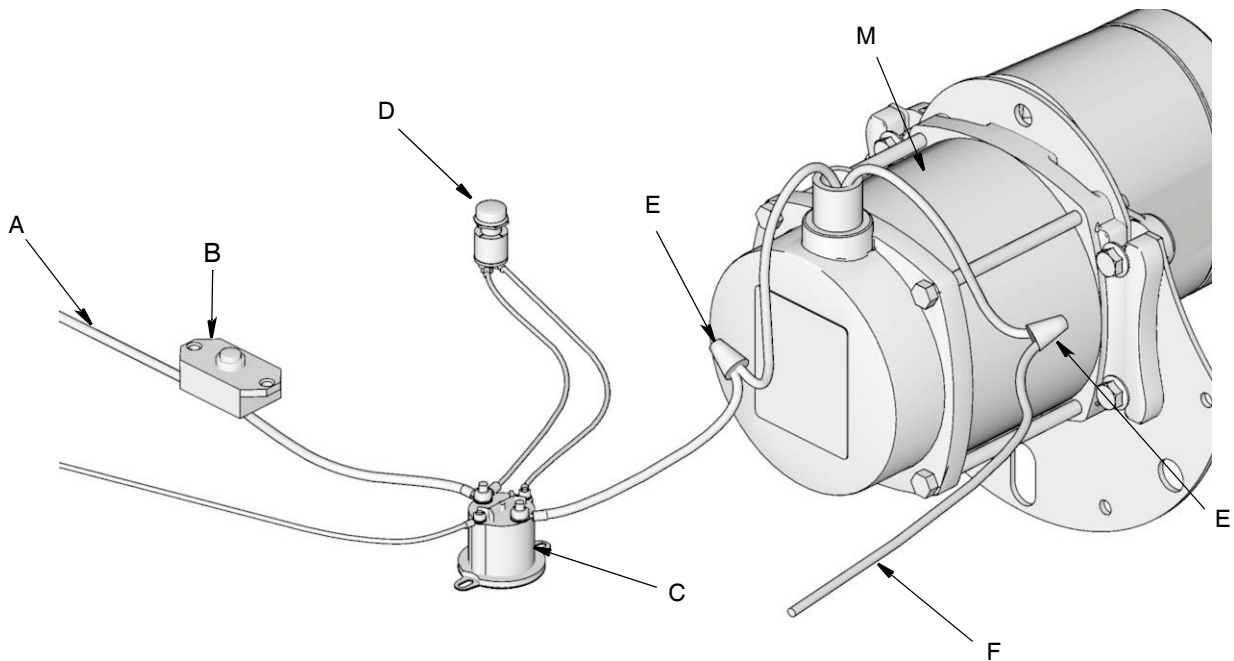

FIG. 8
- Respectez le plan de câblage indiqué à la FIG. 8 et le Schéma du câblage indiqué à la FIG. 9.